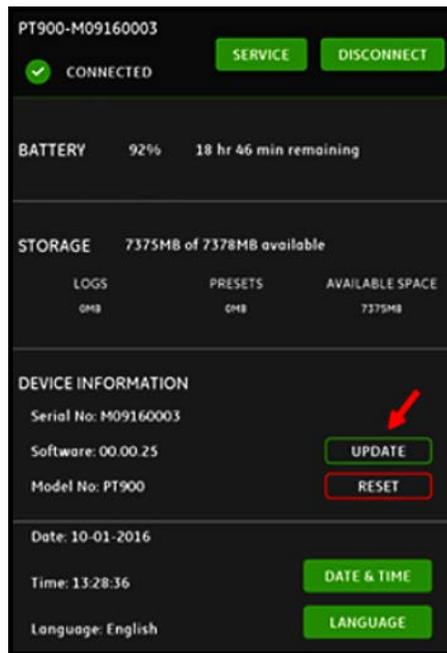

Рис. 106: Кнопка UPDATE (ОБНОВИТЬ) в меню TRANSMITTER (ПЕРЕДАТЧИК)
4. В меню TRANSMITTER (ПЕРЕДАТЧИК) приложения (APP) щелкните кнопку UPDATE (ОБНОВИТЬ) (см. Рис. 106 ниже), чтобы запустить обновление.